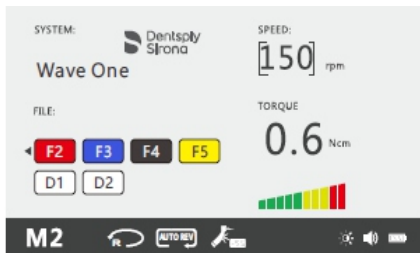

Рис. 27 Настройка скорости
- При изменении скорости вращения пользователем текущий показатель будет отображаться на ЖК - экране в квадратных скобках [], как показано на Рис. 27;